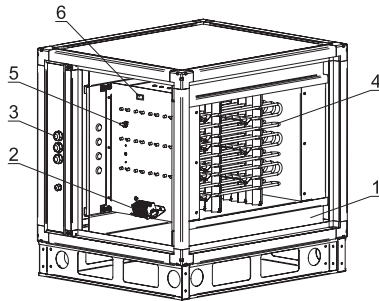

Рисунок 12
Секция воздушнонагревателя (рис. 12) предназначена для нагрева воздуха, подаваемого установкой в обслуживаемое помещение и представляет собой корпус, расположенный на направляющих (1), в котором находятся оребренные ТЭНы (4). Электрический воздушнонагреватель имеет встроенную защиту от перегрева – два независимых биметаллических термовыключателя с самовозвратом. Один (6) с температурой срабатывания 70°C как защита против перегрева, а второй (5) с температурой срабатывания 130°C для защиты от пожара. Отсек электроподключения расположен за съёмной панелью. Подключение питания к электрокалориферу (нагревателю) осуществляется через клеммную колодку (2), установленную на нем.